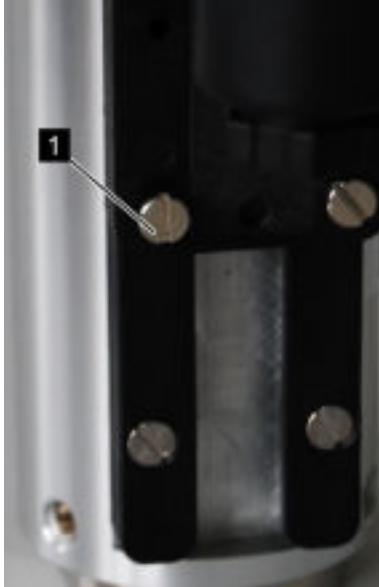

Abb. 39: Feststellschrauben lösen
1. ➤ Die Feststellschrauben des Schaltkontaktes (Abb. 39/1) mit einem Schlitzschraubendreher lösen
6. ➤ Feststellschrauben des Schaltkontaktes (Abb. 39/1) mit einem Sechskant-Schraubendreher wieder anziehen. Dabei Schrauben-Anziehdrehmoment beachten.